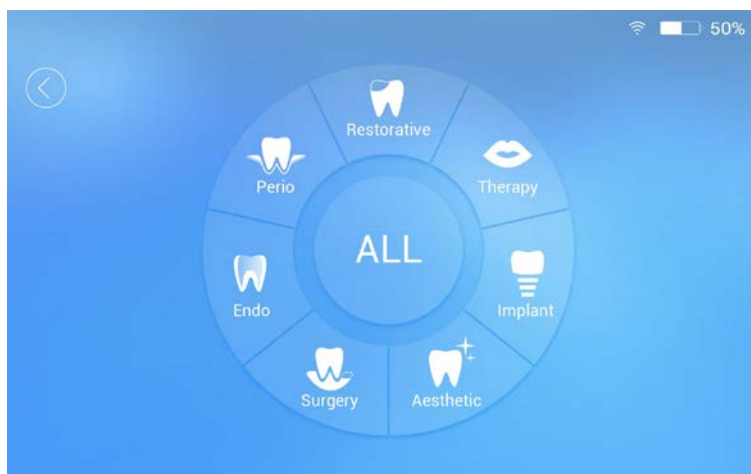

Рис.4. Интерфейс выбора аутентичных протоколов
- 4) Нажмите «Procedures» (Процедуры) в основном интерфейсе (Рис. 2), войдите в интерфейс выбора аутентичных протоколов (Рис. 4).